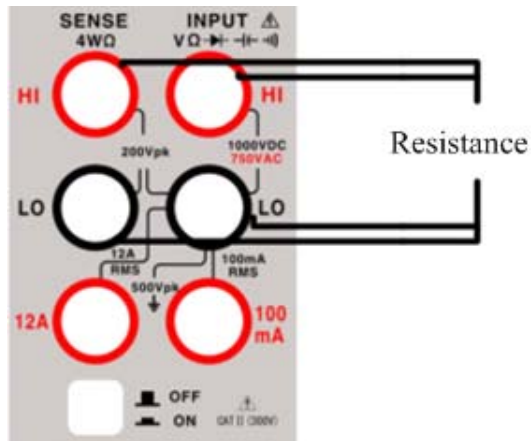

图 2.3.4 4W 电阻测量端子连接
2、按图 2.3.4 所示，将红色和黑色测试引线连接到各自的输入端子。